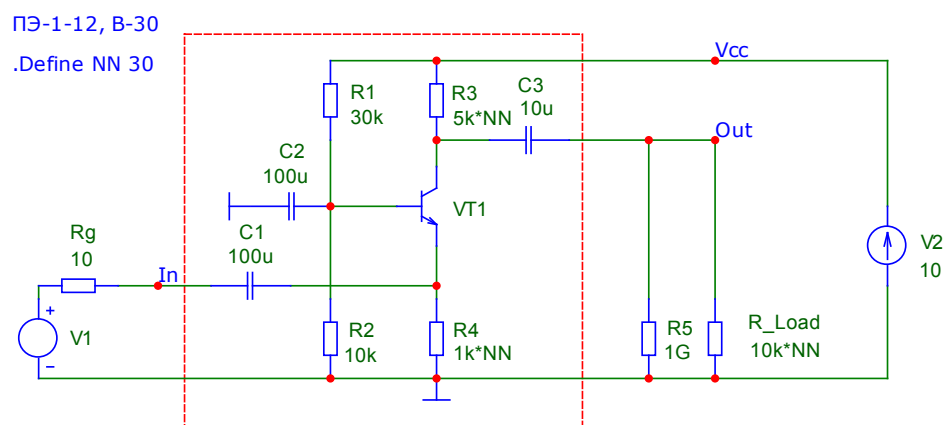

Рисунок 1.4 – Схема транзисторного каскада с общей базой
2.1. Собрать или загрузить из файла схему транзисторного каскада с общим коллектором (рис. 1.4). Указать в поле схемы группу и номер варианта (номер в журнале посещаемости). Указать в директиве *.Define NN* номер варианта.
Подавляющее большинство современных усилителей строится на основе транзисторных каскадов. Причем в большинстве электрических схем транзистор используется в качестве четырехполюсника, то есть устройства, имеющего два входных и два выходных вывода. Очевидно, что, поскольку транзистор имеет только три вывода, для его использования в качестве четырехполюсника необходимо один из выводов транзистора сделать общим для входной и выходной цепей. Соответственно различают три схемы включения транзистора (рис. 1.4): схемы с общей базой (ОБ), общим эмиттером (ОЭ) и общим коллектором (ОК).